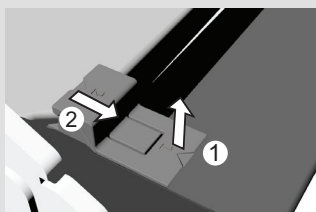

figure 1
- Soulevez légèrement les supports sur la droite et la gauche de la porte (repère 1 sur le support) et éloignez-les de la vitre (repère 2 sur le support - voir figure 1).